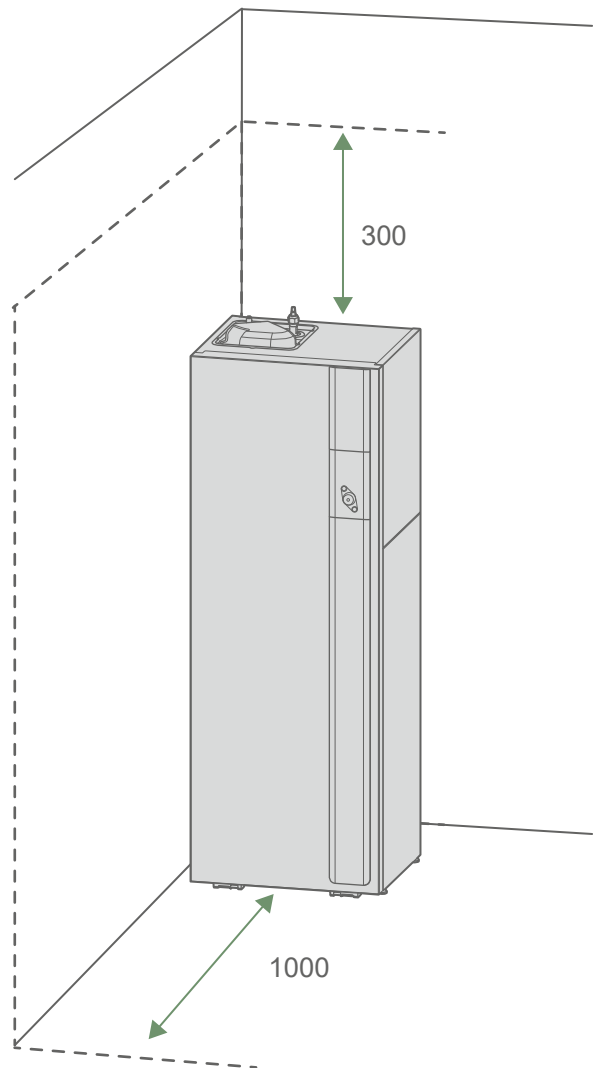

fig. 17 - Minimale vrije ruimte rond de hydraulische module voor onderhoud
- Om onderhoudswerkzaamheden te vergemakkelijken en toegang tot de verschillende organen mogelijk te maken, is het raadzaam om voldoende ruimte rondom de hydraulische module () te bieden *fig. 17*.